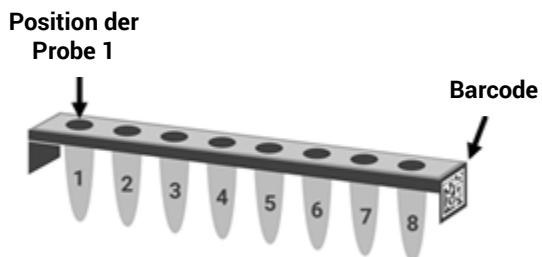

Abbildung 7 Erforderliche Ausrichtung der Probennummern 1 bis 8 im Magnis Sample Input Strip.
- Achten Sie darauf, dass Sie die Proben an der richtigen Proben-Well-Position einlegen, wobei die Probe 1 am weitesten vom Barcode entfernt ist, wie nachfolgend in Abbildung 7 gezeigt.**